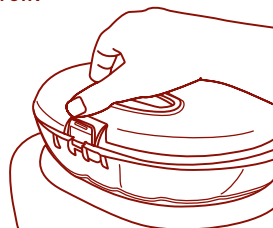

Figure 3
4. Enlevez le couvercle du réservoir de glaçons à l'aide du bouton de dégagement situé sur le dessus du réservoir. Figure 3